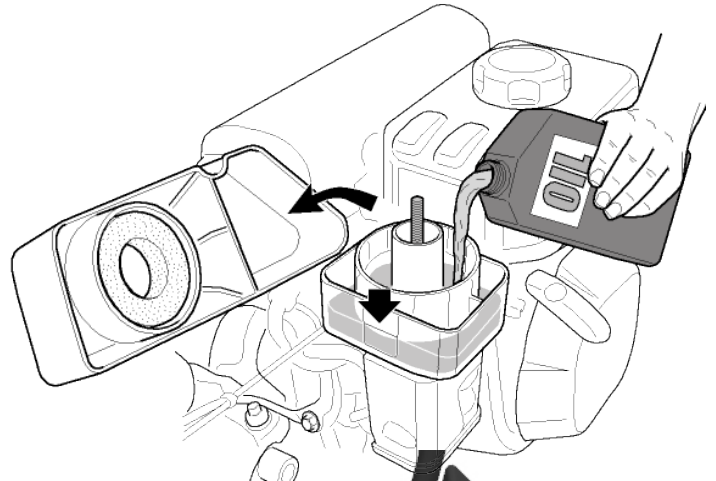

Figure 4A
- Odkręcić nakrętkę skrzydełkową i wyjąć pokrywę filtra (Patrz rysunek 4A).